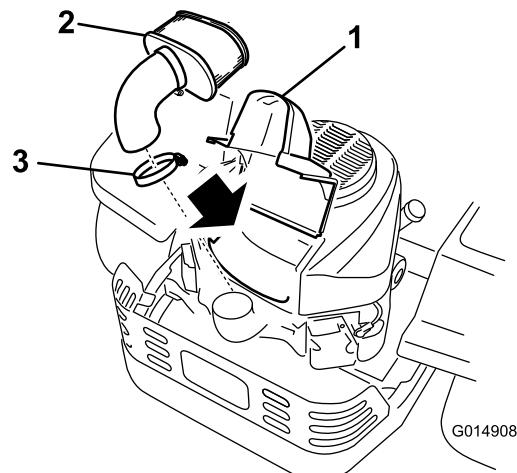

Figure 37
- Soulevez le couvercle et déposez le collier qui fixe l'ensemble filtre à air au moteur (Figure 37).
- Desserrez le collier de flexible et retirez l'élément en papier (Figure 37).